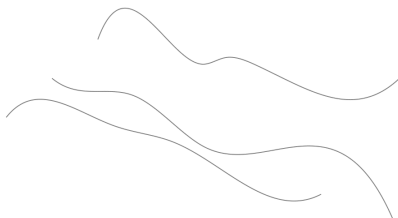

图 7-58 打开素材模型
(1) 单击常用工具栏中的【打开】按钮，打开一幅素材模型，如图 7-58 所示。